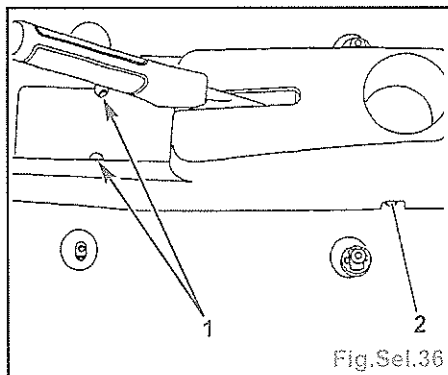
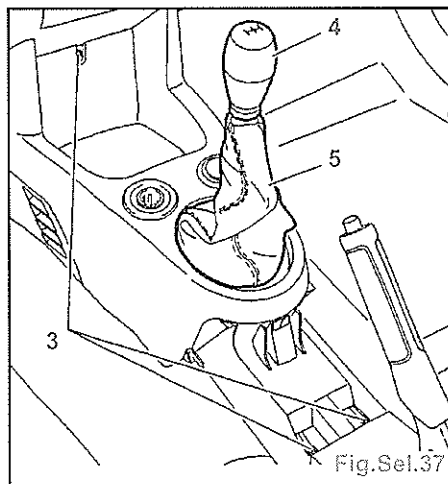

Fig.Sel.36
Fig.Sel.37
- Déposer (Fig.Sel.36) :
- la vis (2) (de chaque côté),
- les vis (1).
- Déposer (Fig.Sel.37) :